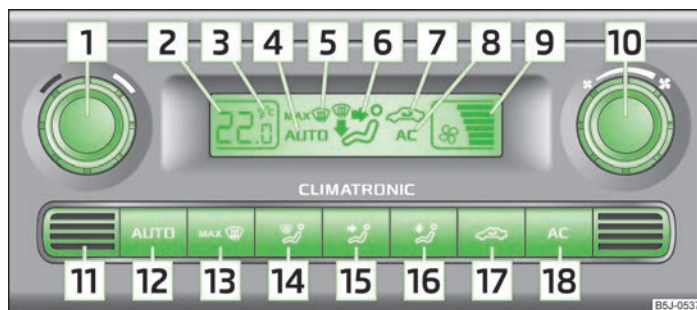

Fig. 77 Climatronic: Elementele de comandă
- » (AC) 18 » fig. 77 la pagina 73 activat.
- » Apăsăți tasta (AUTO) 12 » fig. 77 la pagina 73.
Apăsăți și mențineți simultan apăsate tastele (AUTO) și (AC) » fig. 77 la pagina 73. Pe display se afișează datele în unitatea dorită de măsură a temperaturii.
11 » fig. 77. Nu lipiți nimic peste senzor și nu-l acoperiți, în caz contrar se poate influența în mod nefavorabil sistemul Climatronic.
- > Apăsăți tasta (AUTO) 12 » fig. 77 la pagina 73, pe afișaj apare **AUTO**.
- > După punerea contactului, se poate regla temperatura din interior, cu ajutorul regulatorului rotativ 1 » fig. 77 la pagina 73.
- > Apăsăți tasta (17) » fig. 77 la pagina 73, pe afișaj apare simbolul (17).
- > Apăsăți din nou tasta (17) » fig. 77 la pagina 73, simbolul (17) dispăre de pe afișaj.
- > Rotiți regulatorul 10 » fig. 77 la pagina 73 spre stânga (reducerea turației ventilatorului) sau spre dreapta (mărirea turației ventilatorului).
> Apăsăți tasta   » fig. 77 la pagina 73.
> Apăsăți din nou tasta   » fig. 77 la pagina 73 sau tasta .